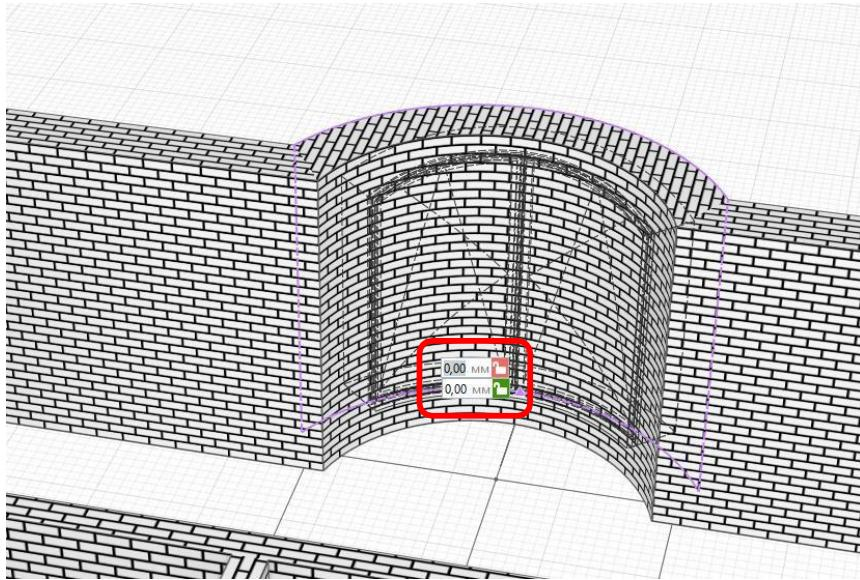

Рис. 7 Вставка окна
1. Вставляем окна. Выбираем инструмент **Окно**. В **Параметрах** указываем: высота – **2500 мм.**, ширина – **3000 мм.**, форма проёма – **арочный**, высота арки – **300 мм.**, смещение по вертикали – **300 мм.**, стиль – **двусторчатое (коричневый ПВХ)**, марка – **OK1**. Вставляем окно, значение равно нулю (рис. 7)